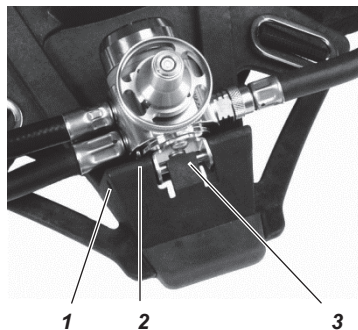
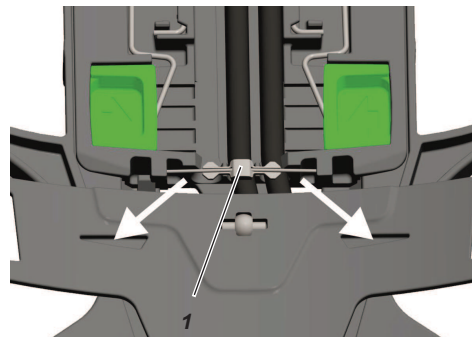

Bild 15 Druckminderer entfernen
Bild 16 Schlauch entfernen
- (4) Schulterpolster in den seitlichen Führungsschlitzen der Verstellplatte in unterste Position schieben, Knöpfe leicht nach außen anwinkeln und aus der Führung herausnehmen.
- (5) Schulter- und Hüftgurte aus der Trageplatte ausknöpfen.
- (6) Sicherungsstift (siehe Bild 16) der Mehrkammerleitungen schräg nach unten drücken und entfernen.
- (7) Gleiches auf der anderen Seite der Trageplatte vornehmen.
- (8) Mitteldruckleitung, Signalleitung und Manometerleitung aus der Führung auf der Trageplatte entfernen.
- (9) Achse (1) in Halterung des Druckminderers herausdrücken (siehe Bild 15).
- (10) Druckminderer von der Trageplatte entfernen. Die Rastfeder nicht hoch drücken.